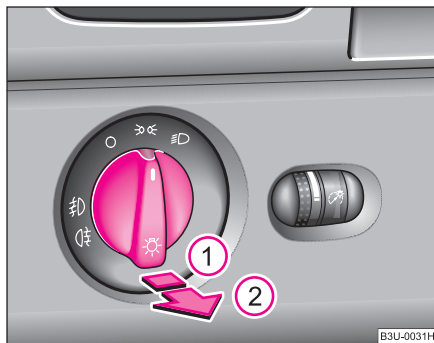

Fig. 36 Tabloul de bord: Înterupătorul de lumină
- Rotiți apoi întrerupătorul ⇒ fig. 36 în poziția 𐀀 sau 𐀁.
- Trageți întrerupătorul în poziția ①.
- Trageți întrerupătorul în poziția ②.